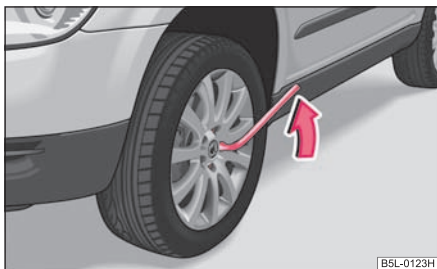

Fig. 224 Cambio de rueda: Aflojar los tornillos de rueda
- Coja la llave por el extremo* y gire el tornillo aproximadamente **una** vuelta hacia la izquierda ⇒ fig. 224.